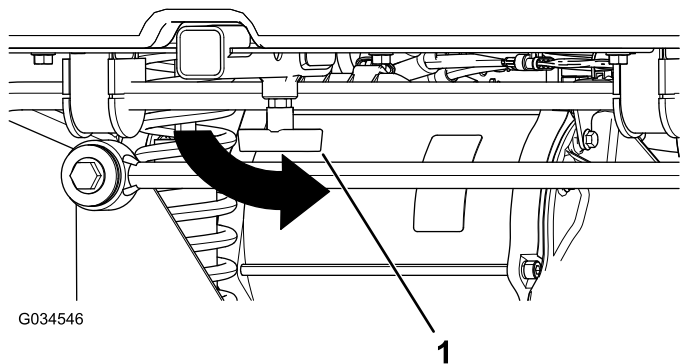

Рисунок 21
4. Затяните Т-образную рукоятку, повернув ее против часовой стрелки (Рисунок 21).